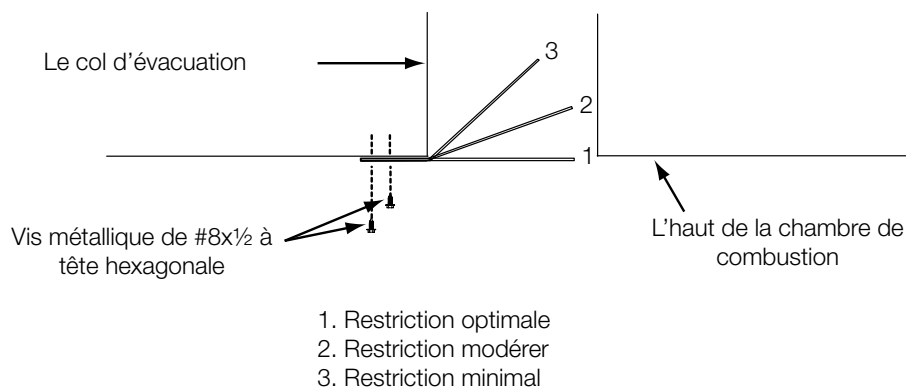

Fig. 2
La plaque de restriction peut être pliées pour différents degrés de restriction (Fig.2).
- Installez 4 piles « AA » dans le compartiment de piles et glissez-le compartiment de retour au récepteur. (**Fig. 2**).